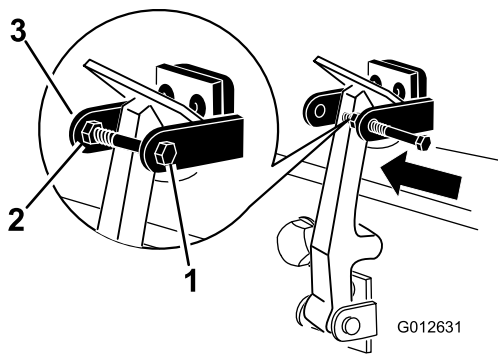

Figura 11
8. Instale el perno en el otro brazo del seguro de cierre del capó para bloquear la posición del cierre (Figura 11). Apriete el perno, pero no apriete la tuerca.